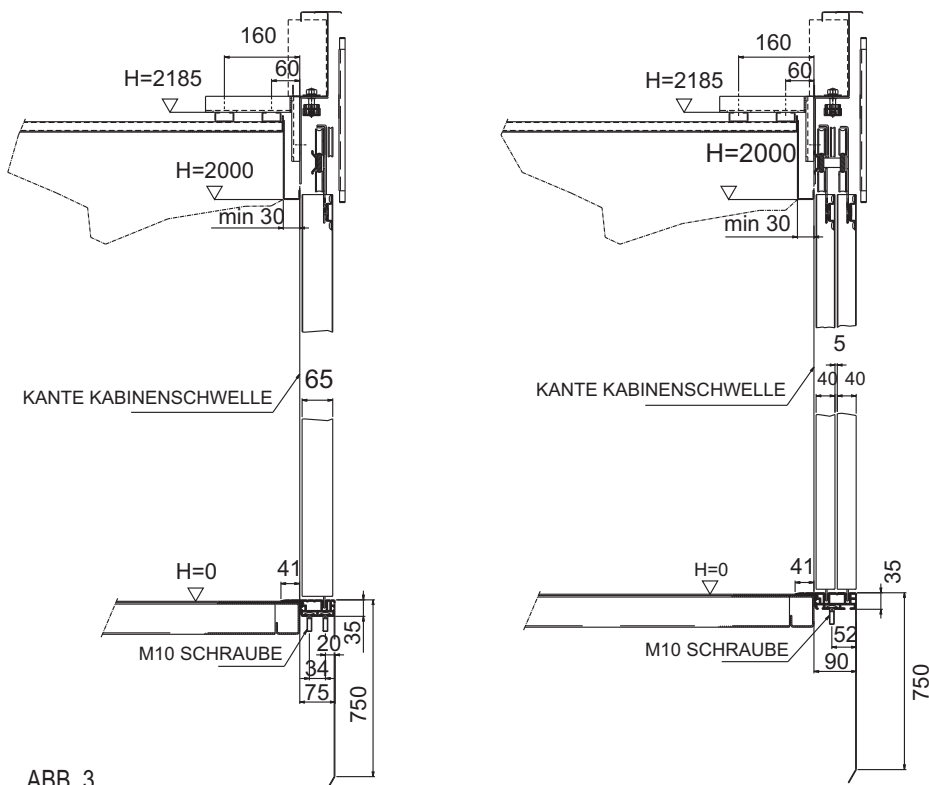
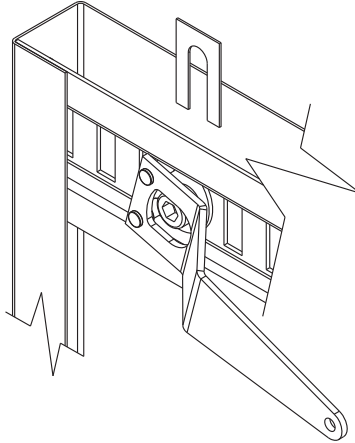

ABB. 3
ABB. 4
Die Informationen über die Türposition werden über drei monostabile Magnetkontakte ermittelt (NO), RA-RC-EC die jeweils den Anfang für den Sanft-Anlauf, den Anfang für den Sanft-Stopp und die Endlagen zu (s. Abb. 3) ermitteln.
2. Türantrieb mit den Winkeln am Kabinendach befestigen und an der Kabinenschwelle ausrichten. Anschließend verschrauben (s. Abb. 3)
3. Befestigung der Kabinentürblätter. Nach der Befestigung der Kabinentürblätter (siehe Abb. 4) muss der Abstand zwischen den Blättern und zwischen Schwelle und Türblatt (s. Abb. 3) überprüft werden. Sind die Abstände nicht korrekt (5 mm), die dafür vorgesehenen offenen Beilagbleche verwenden und die Türflügel richtig positionieren.